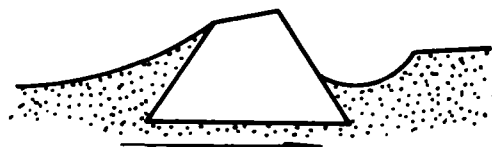

图 2
4. 具有很好的切削性能。在钻进过程中, 随着被钻岩石对胎体的磨耗, 聚晶体的前部形成弧坑, 而后部形成蝌蚪尾, 如图2所示。由于聚晶体有足够大的出刃, 钻进时对岩石产生剪切与压碎作用。